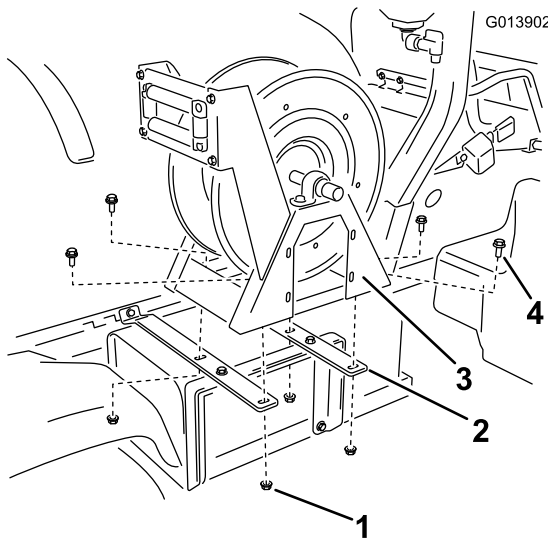

図 10
5. ホース・リール・アセンブリをホース・リール・ストラップに取り付ける (図 10) ; フランジ・ヘッド・ボルト (3/8 x 1 インチ)